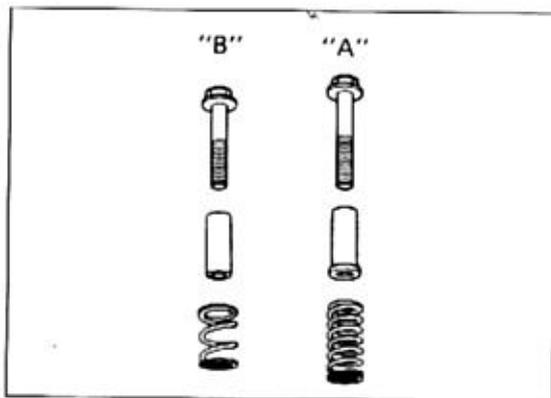

Bild 91
- Bei Montage der Druckplatte beachten, dass unterschiedlich lange Federn, Schrauben und Distanzhülsen abwechselnd zum Einsatz kommen (Bild 91). Satz «A» wird mit Kupplungs-nabe verschraubt; Satz «B» mit Kupplungsfeder-gleitstück. Schulter der Distanzstücke im Satz «A» weist zur Kupplung!